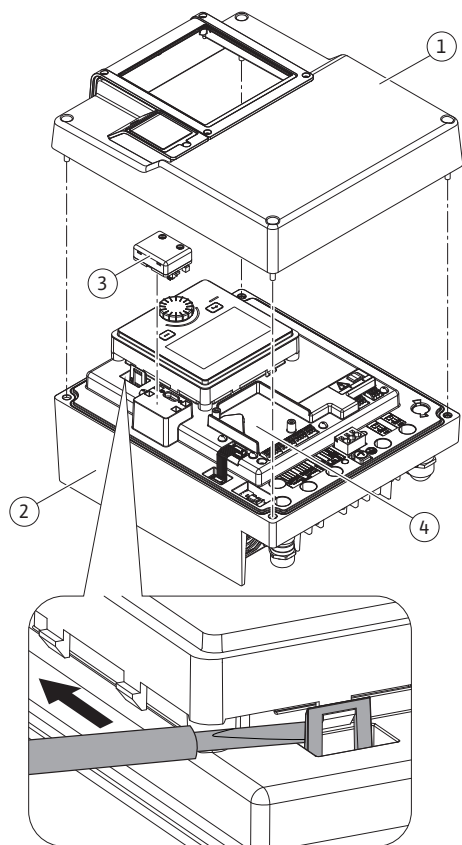
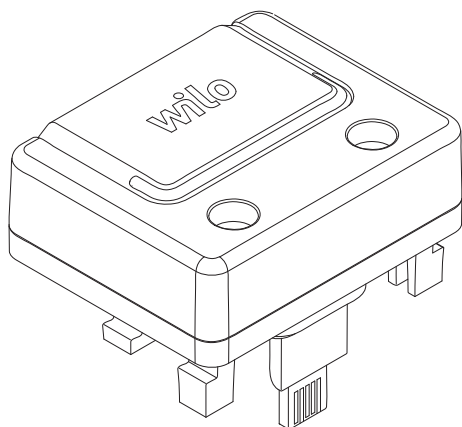

Fig. 25: Modul electronic
Fig. 26: Modul Wilo-Smart Connect BT
1. Deschideți cu grijă cârligul de fixare (Fig. 25) cu o sculă (de ex. șurubelniță).
Interfața Bluetooth a modului Wilo-Smart Connect BT (Fig. 25, poz. 3 și Fig. 26) servește la conectarea la dispozitive mobile, precum telefoane smartphone și tablete. Funcția Wilo-Smart Connect se află în aplicația Wilo-Assistant. Cu funcția Wilo-Smart Connect, pompa poate fi operată și reglată, iar datele pompei pot fi citite. Pentru setări, a se vedea capitolul „Punerea în funcțiune” [► 49].
1. Slăbiți cele patru șuruburi de pe partea superioară a modului electronic (Fig. 25, Poz. 1; Fig. 1, Poz. 2).
3. Conectați modulul Wilo-Smart Connect BT la interfața prevăzută Wilo-Connectivity Interface. A se vedea Fig. 25, poz. 3.
Modulele CIF (accesorii) servesc la comunicarea dintre pompe și sistemul de management al clădirii. Modulele CIF sunt conectate la modulul electronic (Fig. 25, Poz. 4)